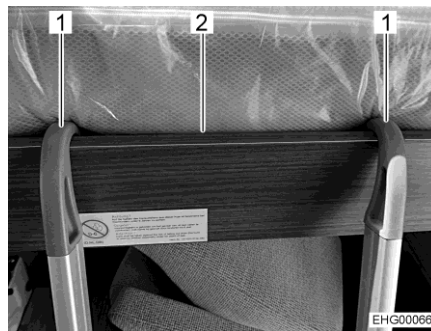

Fig. 64 Scaletta di accesso (letto basculante)
- Agganciare la scaletta di accesso al letto basculante con le due staffe (Fig. 64,1) infilate nel bordo del letto (Fig. 64,2). Durante l'aggancio prestare attenzione affinché le staffe vengano posizionate mediante i dispositivi di fissaggio interni. Questo serve a impedire che la scaletta di accesso scivoli di lato.
- Sganciare la scaletta di accesso (Fig. 64,1).